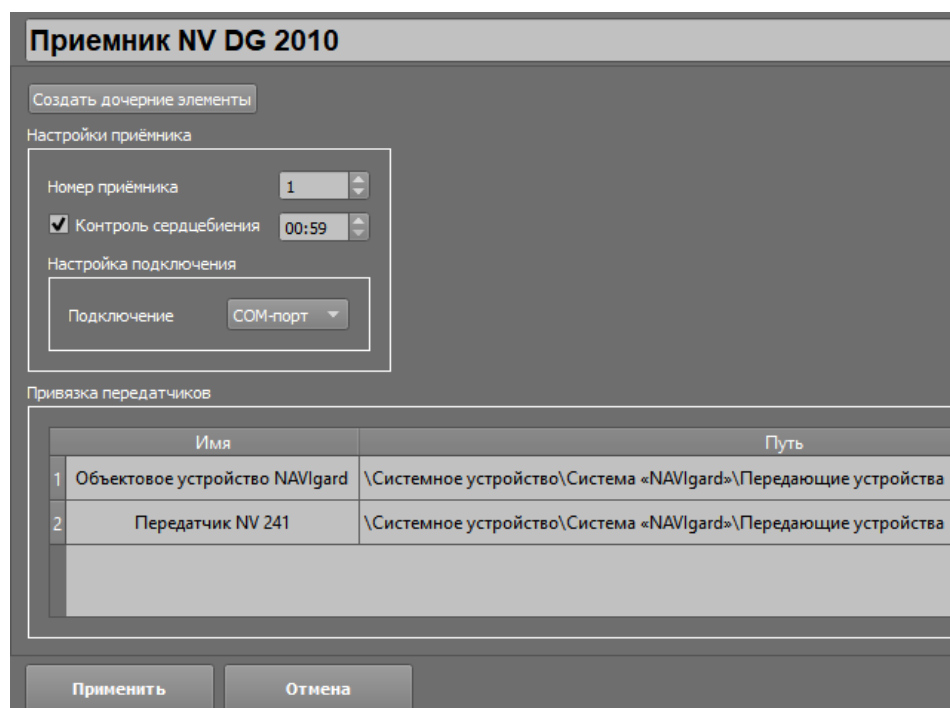

Рис. 23 Параметры приемника NV DG 2010
В настройки NV GPRS Server входят условный номер приёмника в системе, пароль на доступ к GPRS серверу, который должен совпадать с паролем в настройках самого сервера, контроль связи с сервером по времени и выбор TCP порта подключения. Все параметры выбираются исходя из настроек самого NV GPRS Server (рис.23).
Динамический IP-адрес используется, когда модуль интеграции работает с оконечными устройствами, осуществляющими трансляцию по GPRS, и постоянно меняют свой IP адрес. Применительно к работе с NV GPRS Server динамический адрес не используется, а используется конкретный IP адрес, указанный в настройках NV GPRS Server (рис.23) . Если сервер установлен на одной машине с Эгида-3, то IP адрес и сетевой интерфейс будут совпадать, как на примере ниже.
*Порт* – один из свободных системных портов (сокетов) для работы программных модулей. Выбирается из диапазона 0-65535. Не рекомендуется для работы использовать порты, которые могут быть заняты различными системными приложениями (браузерами, системными мониторами), например, 80, 88, 8080 и т.д. Порт в TCP интерфейсе и в настройках NV GPRS Server должны совпадать (рис.23).